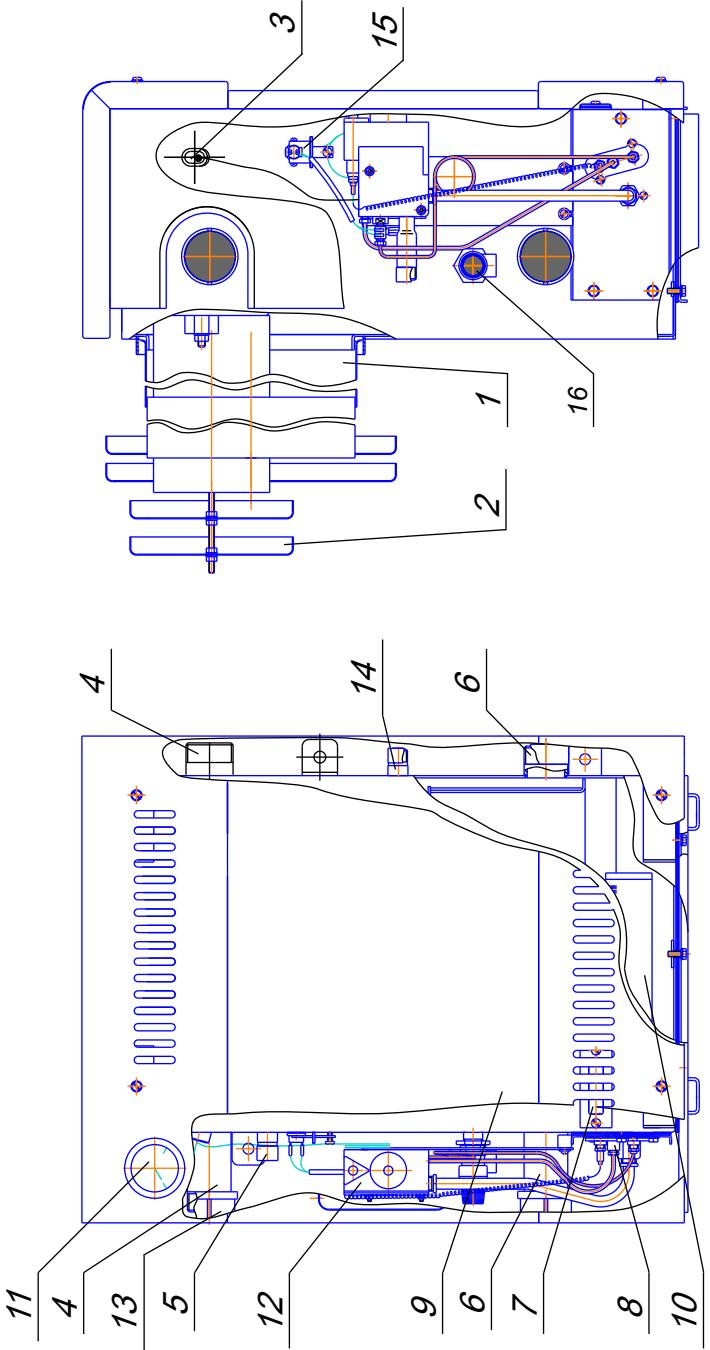

Рис. 1. Будова апарату
5.1. Апарат (див. рис..1) складається з таких основних частин: корпуса з герметичною камерою згоряння, димоповітряного блоку (димоходу), газопальникового пристрою, кришок, що закривають верхній і нижній отвори корпуса, водонагрівача (для двоконтурних апаратів). Для забезпечення герметичності апарату між корпусом і димоповітряним блоком, газопальниковим пристроєм, кришками, встановлені прокладки з теплоізоляційного матеріалу. Корпус апарату закритий декоративним облицюванням.
**Перед введенням апарату в експлуатацію, необхідно залити 10-15 мл машинної оливи в стаканчик корпуса апарату поз.3, рис.1!**